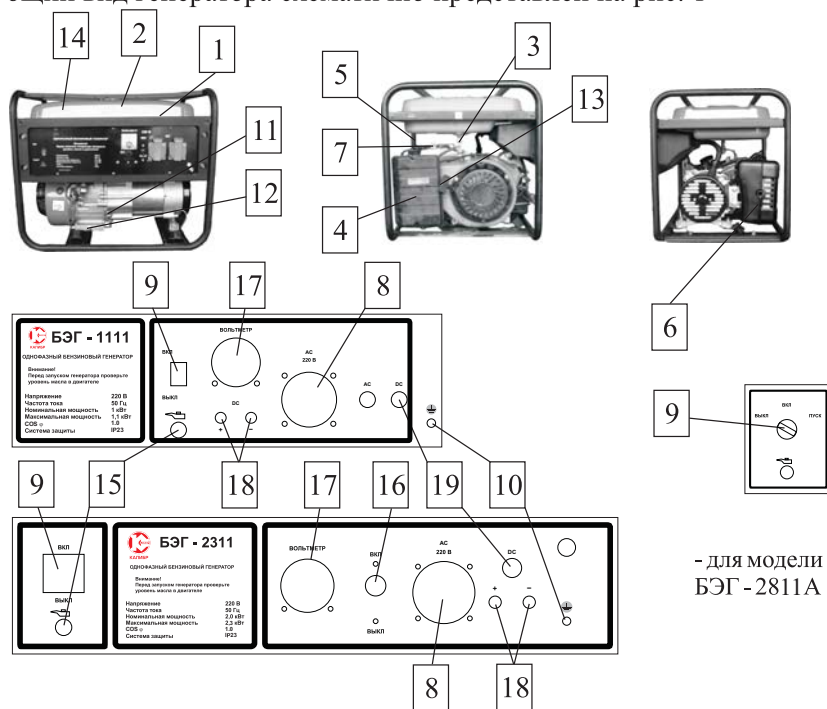

рис. 1
Общий вид генератора схематично представлен на рис. 1
6.2.1 Вывинтить шуп **11** (рис. 1) и залить в картер масло соответствующего типа до нижнего края горловины. Вставить сухой чистый шуп в горловину картера и вынуть его. Проверить уровень масла: граница смоченной области шупа должна располагаться между отметками минимального и максимального уровней.
6.3 Заземление корпуса генератора. При установке генератора следует подключить к резьбовой клемме **10** (рис. 1) проводник заземляющего устройства, удовлетворяющего требованиям раздела “Обеспечение требований безопасности”.
6.5.1 Отключить всех потребителей переменного тока генератора, перевести автоматический выключатель **16** (рис. 1) в отключённое положение, отсоединить потребителей постоянного тока от розетки **18** (рис. 1).
6.5.2 Открыть топливный кран **3** (рис. 1).
6.5.3 Перевести рычаг управления воздушной заслонкой **7** (рис. 1) в крайнее левой положение при пуске холодного двигателя и в промежуточное при пуске прогретого двигателя.
6.5.4 Перевести выключатель зажигания **9** (рис. 1) в отключённое положение.
6.5.5 Плавно вытянуть до упора трос ручного стартера за ручку **13** (рис. 1) и вернуть в исходное положение.
6.5.6 Перевести выключатель зажигания **9** (рис. 1) во включённое положение.